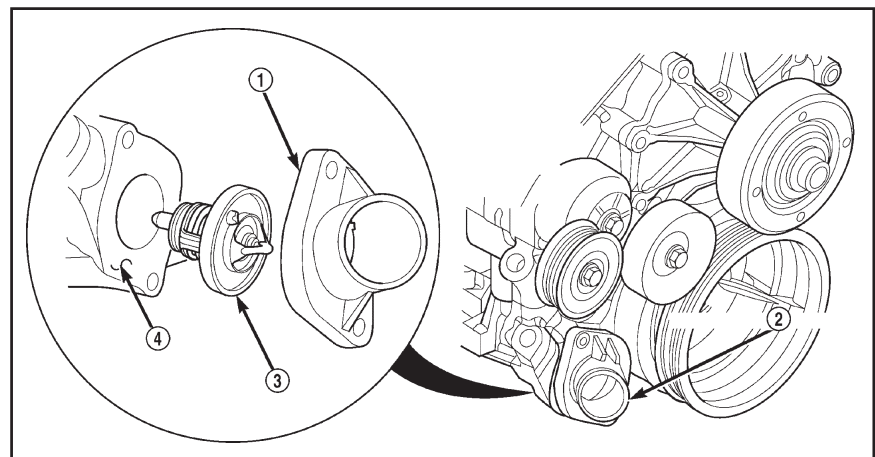

Рис. 39 Термостат и кожух – двигатель 4,7 л
6. Открутите крепежные болты кожуха термостата, снимите кожух термостата и термостат (рис. 39).
2. Установите термостат (пружиной вниз) в углубление на крышке цепи ГРМ (рис. 39).